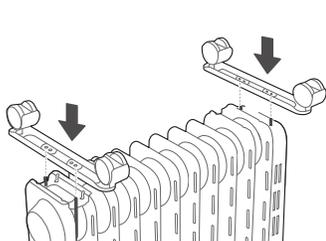

figure 1
2. Comme le montre la figure 1, alignez le trou de montage d'un groupe de roues et installez-le sur la vis de la plaque de roulement pivotante à l'extrémité de l'ailette de radiateur et de l'autre, la roue pivotante est alignée avec les vis montées dans le en bas du boîtier de commande.